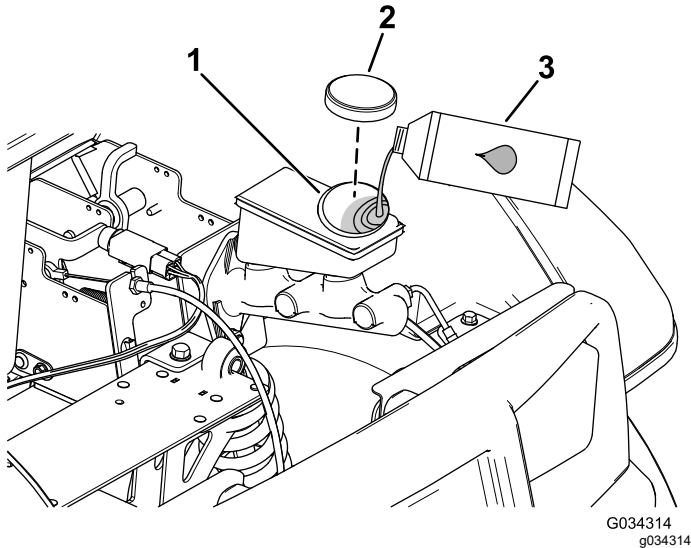

図 61
4. フードを持ち上げてブレーキのマスターシリンダとブレーキ液タンクにアクセスできるようにする 図 61。
A. ウェスでタンクのキャップの周囲をきれいに拭いてキャップ外す 図 61。
C. タンクにキャップを取り付ける 図 61。